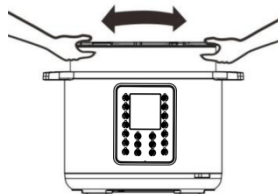

Figura 14
Controla i dacă vasul interior, în care este amplasată placa de încălzit (14), este curat și uscat înainta introducerii oalei interioare (6) în oala sub presiune și potriv i oala în așa fel încât să asigura i un contact optim între oala interioară și placa de încălzit (14) (Figura 14)
NOTĂ: Supapa de presiune nu poate fi trecută în pozi ia „Eliberare” imediat după fierbere, dacă folosi i func iile precum piure sau supă. IMPORTANT este ca supapa de siguranță (5) să cadă înainte să încerca i să deschide i capacul (Figura 14).